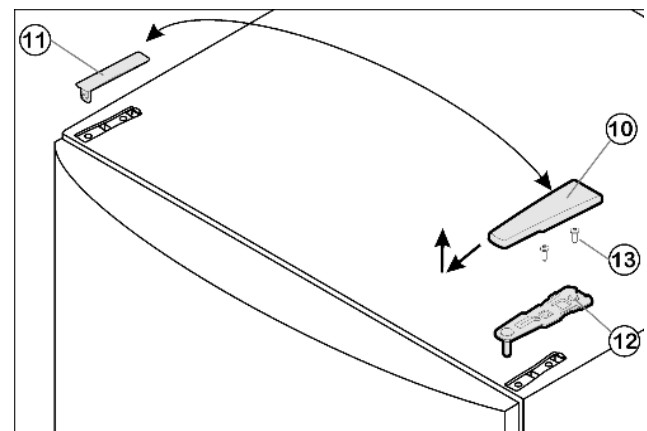

Fig. 8
- ▶ Крышку Fig. 8 (10) снимите движением вперед и вверх.
- ▶ Снимите крышку Fig. 8 (11).
- ▶ Открутите верхний опорный кронштейн Fig. 8 (12) (2 шт. Torx 25) Fig. 8 (13) и вытяните вверх.